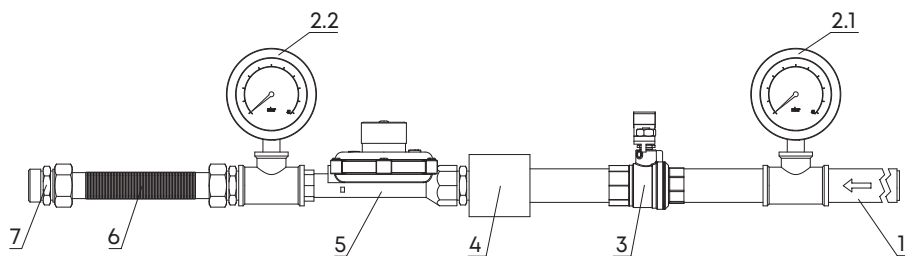
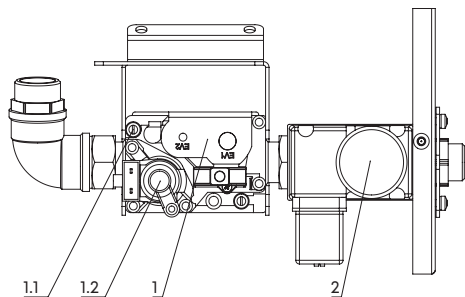

Рис. 4. Подключение теплогенератора к газовой трубе
Рис. 5. Узел газовых клапанов
Узел газовых клапанов (1, рис. 5) настроен на максимальное давление подачи газа 60 мбар. Если давление подачи превышает указанное значение, может произойти разрыв предохранительной мембраны клапана с защитной блокировкой клапана.
Перед началом монтажа проверьте, что тип подключаемого газа и его давление соответствуют рабочей настройке аппарата, указанной на этикетке на узле газовых клапанов (1, рис. 5) в соответствии с таблицей 1 данного руководства. При этом требуемое давление газа на входе в аппарат должно обеспечиваться во время работы горелки.
- открыть отсечной кран газа (3, рис.4) и проверить герметичность патрубков в соединении с теплогенератором.
Аппарат может работать по одной из категорий, приведенных в таблице 1, то есть работать на природном газе G20 (метан) или сжиженном газе G31 (пропан) в зависимости от его настройки. Рабочая категория (заводская настройка) указана на маркировочной табличке аппарата и на этикетке на узле газовых клапанов (1, рис. 5). Для перехода к другой категории, то есть другому типу газа, необходимо выполнить операции, перечисленные в разделе «Настройка на другой тип газа». При первом включении аппарата необходимо выполнить следующие операции:
- определить категорию аппарата по этикетке на узле газовых клапанов (1, рис. 5);
- подключить аппарат к газу, тип и давление которого соответствуют категории аппарата (указаны на этикетке на узле газовых клапанов (1, рис. 5) и в таблице 1).
- настроить реле газа (2, рис. 5) на давление, указанное для категории в таблице 1;
- ослабить винт на штуцере (1.1, рис. 5) на узле газовых клапанов (1, рис. 5), подключить к нему манометр;
- определить давление газа на входе в аппарат по манометру (2.2, рис. 4). Оно должно соответствовать давлению, указанному на этикетке на узле газовых клапанов (1, рис. 5) в соответствии с таблицей 1. При необходимости скорректируйте входное давление регулятором давления (5, рис. 4);
- определить давление газа на горелку по манометру, подключенному к выходному штуцеру (1.1, рис. 5). Оно должно соответствовать давлению, указанному на этикетке на узле газовых клапанов (1, рис. 5) в соответствии с таблицей 1. При необходимости настройте давление поворотом регулятора давления (1.2, рис. 5) на узле газовых клапанов (1, рис. 5). Для этого снимите колпачок регулятора и отверткой поверните винт по часовой стрелке для увеличения давления или против для уменьшения.
- настроить регулятор давления узла газовых клапанов (1.2, рис. 5) на давление горелки, указанное для категории в таблице 1, для этого:
- ослабить винт на штуцере (1.1, рис. 5) на узле газовых клапанов (1, рис. 5) и подключить к нему манометр;
- определить давление газа на горелку по манометру, подключенному к выходному штуцеру (1.1, рис. 5). Оно должно соответствовать давлению, указанному в таблице 1 для настраиваемой категории. Настройте давление поворотом регулятора давления на узле газовых клапанов (1.2, рис. 5). Для этого снимите колпачок регулятора и отверткой поверните винт по часовой стрелке для увеличения давления или против для уменьшения;